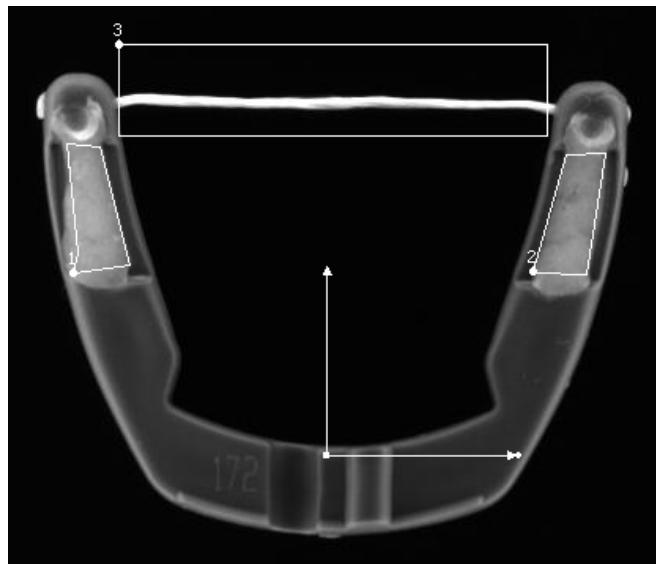

図 5-2 存在を確認する領域を定義する
5. 図 5-2 に示すように、デンタルフロスの容器内のフロスと歯磨き粉の 2 つの部分を囲む 3 つの関心領域を描画します。繰り返しクリック & ドラッグして、多角形領域を選択します。ダブルクリックして、多角形を完成させます。